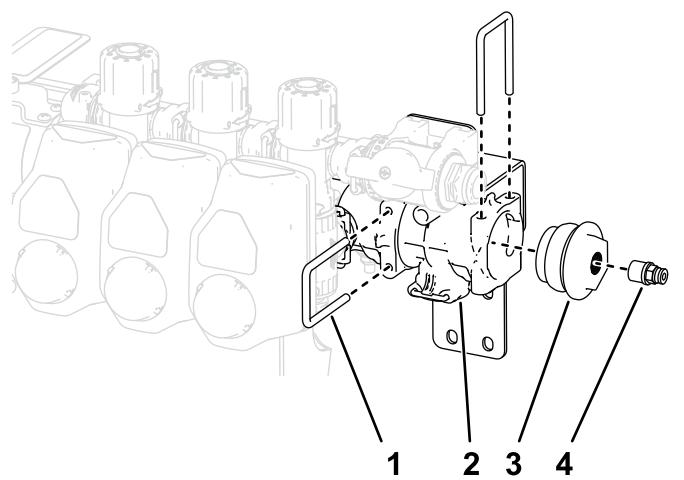

Bild 30
9. Entfernen Sie den Arretierbügel, mit der der Anschlussstückdeckel und die Kupplung befestigt sind, vom Ende des Ventilabschnitts (**Bild 30**).